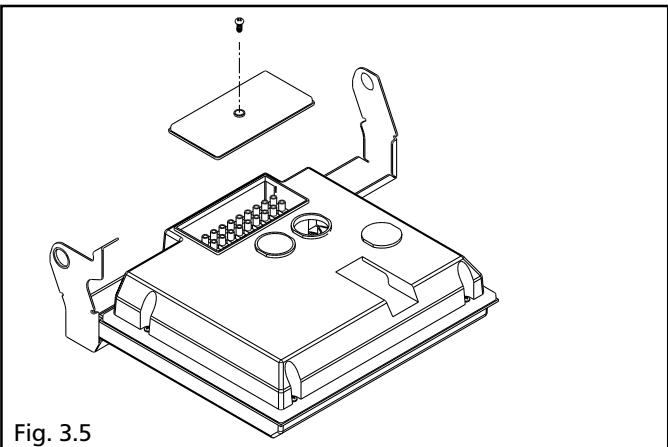

Fig. 3.5
- desmontar la cubierta de las conexiones eléctricas, quitando previamente el tornillo de fijación (fig. 3.5)
- retire a cobertura das ligações eléctricas agindo no parafuso de fixação (fig. 3.5)